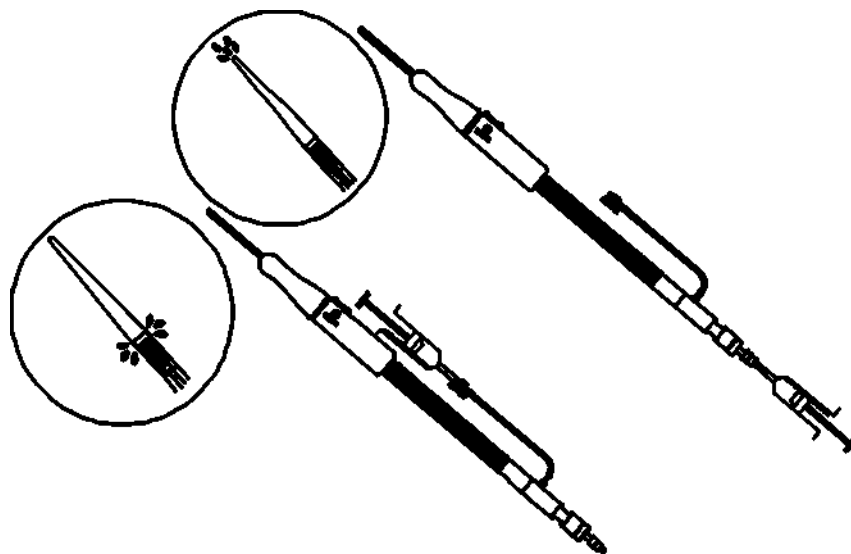

Рис. 3. Промывка внутренней трубки и внешнего интродьюсера
- Подсоедините шприц с гепаринизированным физиологическим раствором к разъему Люэра и гемостатическому и промойте каждый отдельно для удаления воздуха из внутренней трубки и внешнего интродьюсера. (рис.3)